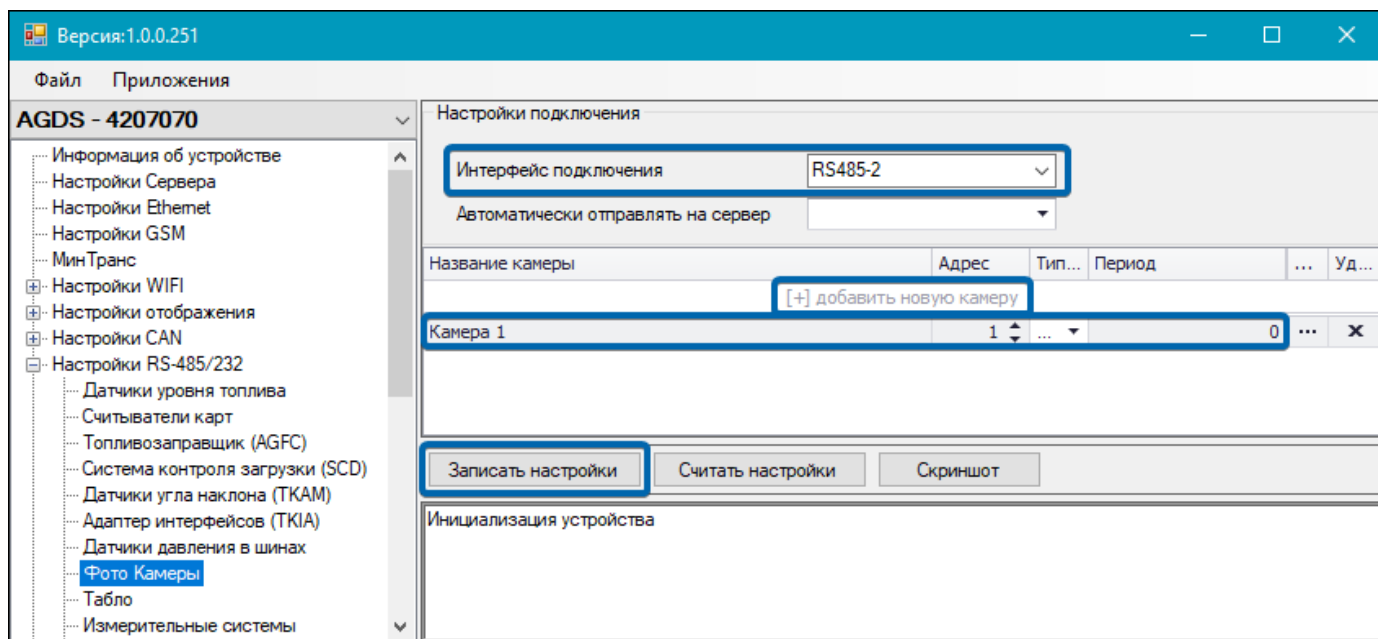

Рис.87. Рабочая область пункта «Фото Камеры»
2. Выберите в списке программы-конфигуратора пункты Настройки RS-485/232 | Фото Камеры (Рис.87).